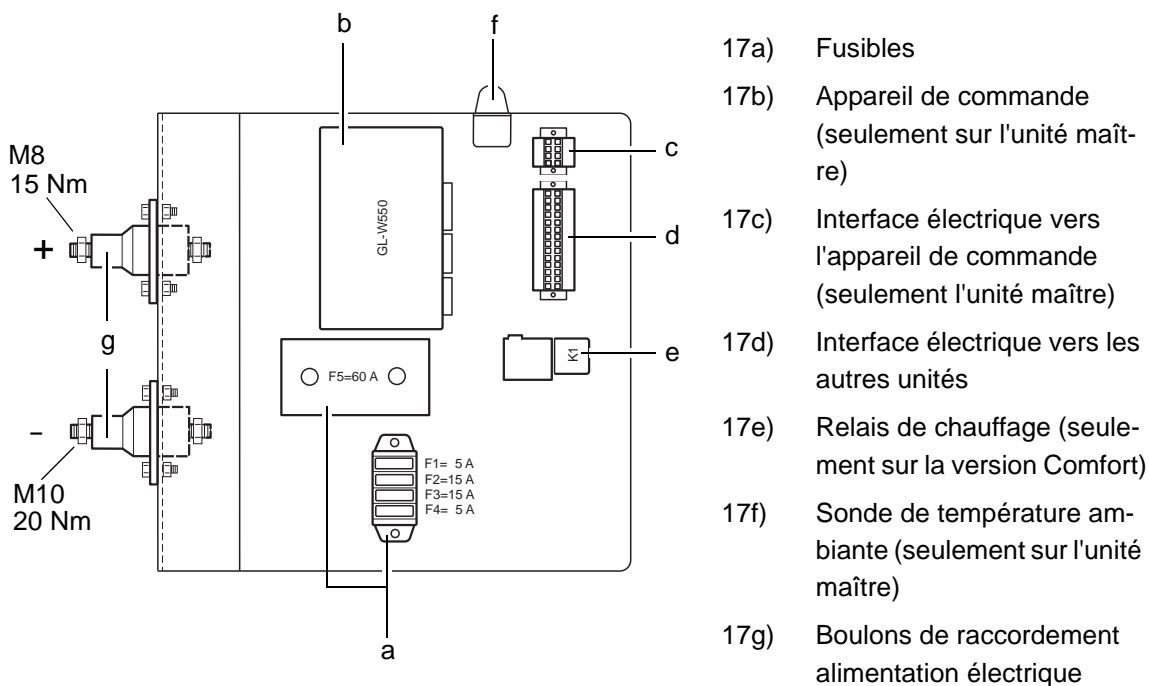

Fig. 2.2 Plaque électrique (simplifiée)
- 17 - Plaque électrique (voir Fig. 2.2)